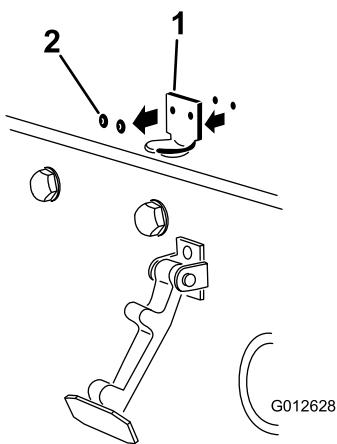

Рисунок 5
2. Выверните два болта, которые крепят кронштейн защелки капота к капоту (Рисунок 5).
Примечание: Стопорный кронштейн должен быть прижат к капоту (Рисунок 5). Не снимайте болт с гайкой в сборе с рычагом стопорного кронштейна.